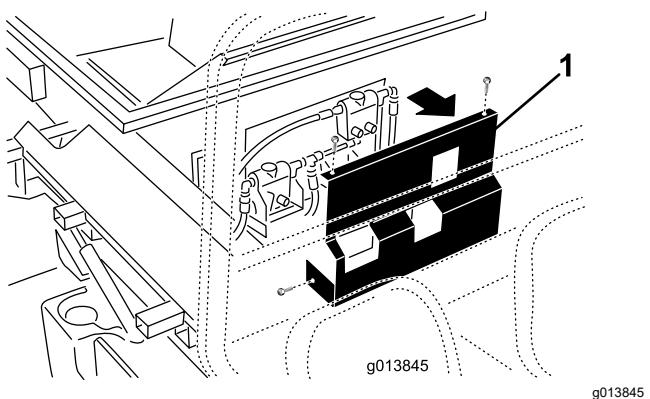

図 13
10. SH バージョンモデル 44701 では、機体の前部にカバーを固定している固定具を取り外し、カバーを外して脇においておく図 13。